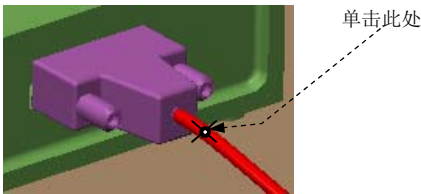

图 17.2.25 指定标记 1 的位置
(1) 选择命令。在 **缆** 功能选项卡的 **修饰** 区域中单击  标记按钮。
(2) 输入标记名称。在 **输入标记名[退出]:** 的提示下，在文本框中输入标记名称 E1，然后单击  按钮。
(3) 指定标记位置。在选取图 17.2.25 所示的位置处单击，放置标记 1。